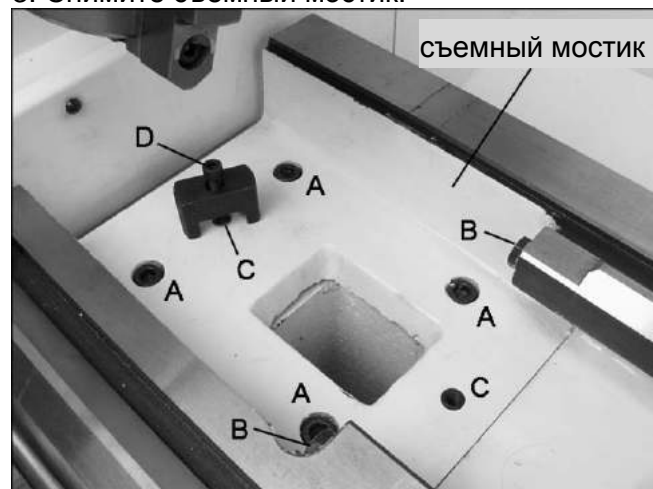

Рис.33
1. Для снятия съемного мостика (Рис.33), удалите четыре винта (А) и два винта (В) на торцах направляющих.
2. С помощью съемника, поставляемого вместе со станком, винтом (D) извлеките два конусных позиционирующих штифта (С).